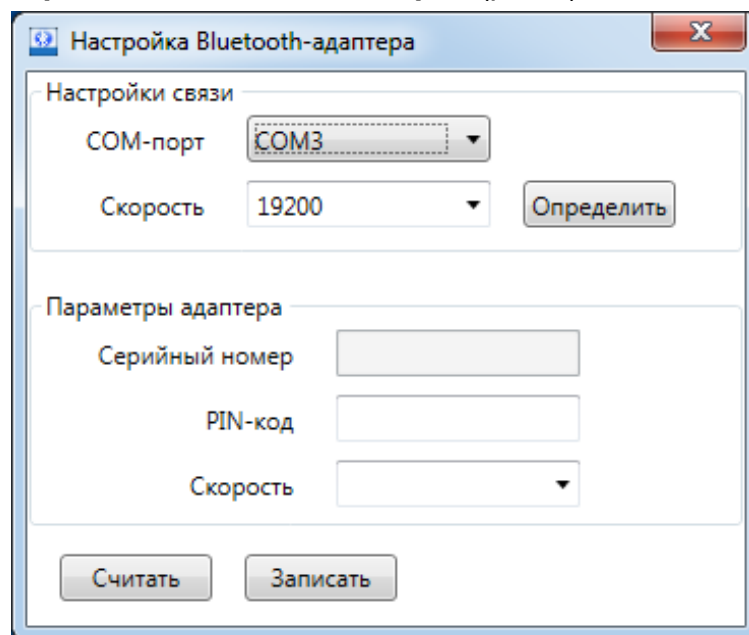

Рис.1. Окно программы «Настройка Bluetooth-адаптера».
- 3.1.3. На ПК запустите установленную с компакт-диска программу «Настройка Bluetooth-адаптера» (рис.1):